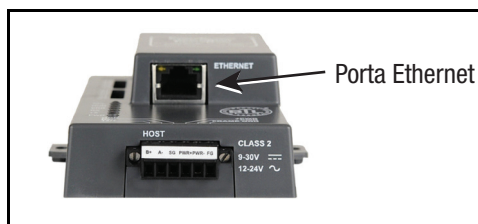

Figura 17. Localização da porta Ethernet
- Certifique-se de que o FieldServer Toolbox esteja carregado no computador local. Caso contrário, baixe o FieldServer Toolbox.zip no Download de Softwares da Central de Recursos da Sierra Monitor. Consulte Figura 17.